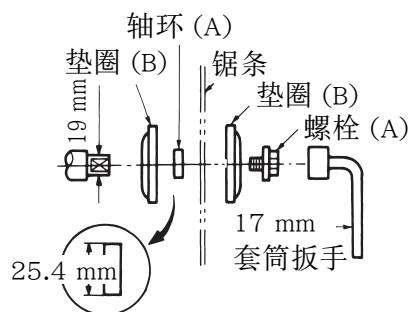

图 14
(2) 卸下螺栓 (A)、垫圈 (B) 及轴环。
(3) 安装锯条之前，必须仔细清洗轴环后再将其安装在主轴上。轴环的外径为 25.4 mm (图 14)。
(4) 抬起下护罩，然后装上锯条。